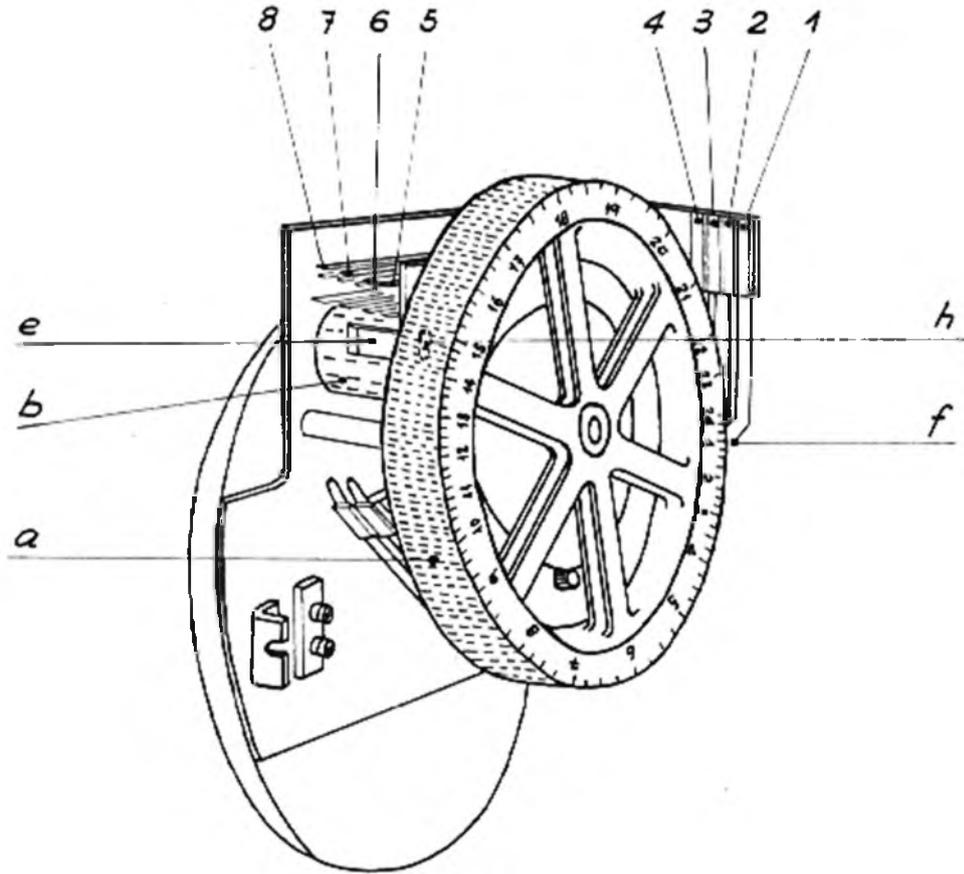
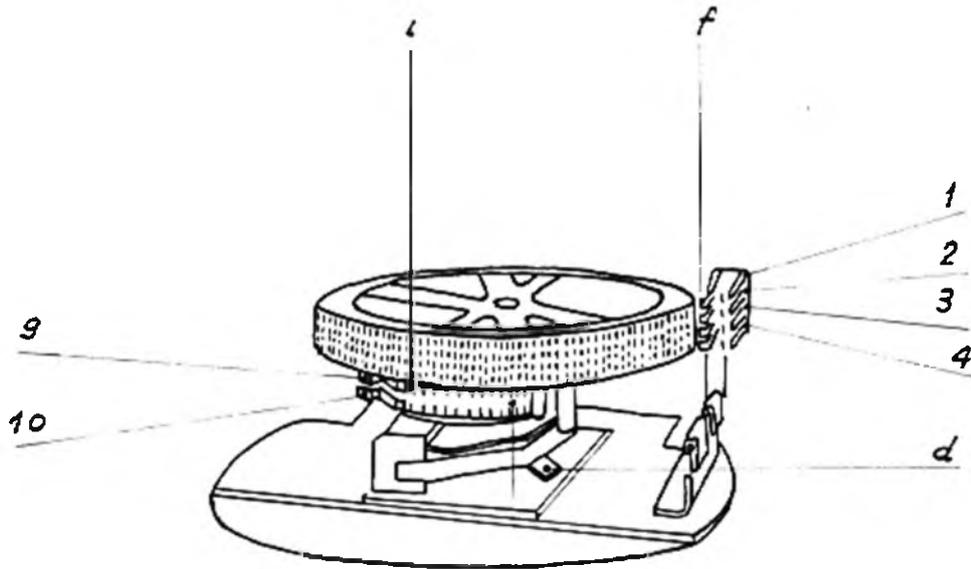

Fig. 1
Fig. 2
On presse le ressort rouge "d" (Fig.2) afin de dégager le pignon à 2 dents; on tourne à la main de la roue des minutes "c" dans le sens des flèches, afin d'amener les encoches utilisées vers la droite (partie accessible) et on introduit les cavaliers en les poussant à fond.
- 3.5. On continue par la roue des 24 heures "a" en pressant sur le ressort rouge "d" (Fig. 2) et on tourne à la main le roue des 24 heures "a" dans le sens des flèches, on introduit les cavaliers en les poussant à fond; on ramène la roue des 24 heures sur 1 heure de telle sorte que 1 heure soit en face du bout du levier "f" (cont.1) (Fig.1)
- 3.6. On termine par le semainier "b", on fait tourner ce dernier en soulevant le levier "e" (Fig.1) et en le relâchant; répéter cette opération jusqu'à ce que l'encoche désirée se trouve à gauche (facilement accessible) et introduire le cavalier en le poussant à fond. Les cavaliers étant tous mis en place, on procède à la remise à l'heure.
- 4.1. Mettre la roue des 24 heures "a" sur 5 heures en pressant sur le ressort rouge "d" (Fig. 2) et en tournant non plus la roue des 24 heures "a" mais la roue des minutes "c" dans le sens des flèches jusqu'à ce que 5 heures se trouvent en face du bout du levier "f"(cont.1) (Fig. 1) et que le 0 de la roue des minutes "c" soit en face du bout du levier "i" (cont.9) (Fig.2)
- 4.2. Mettre le semainier "b" sur le matin du jour de la mise en service, c'est-à-dire faire tourner le semainier en soulevant le levier "e" (Fig.1) et en le relâchant jusqu'à ce que le no. désiré se trouve en face du trou "h" pratiqué dans la petite platine (Fig.1.) par exemple: mise en service mardi, mettre le semainier "b" sur 5